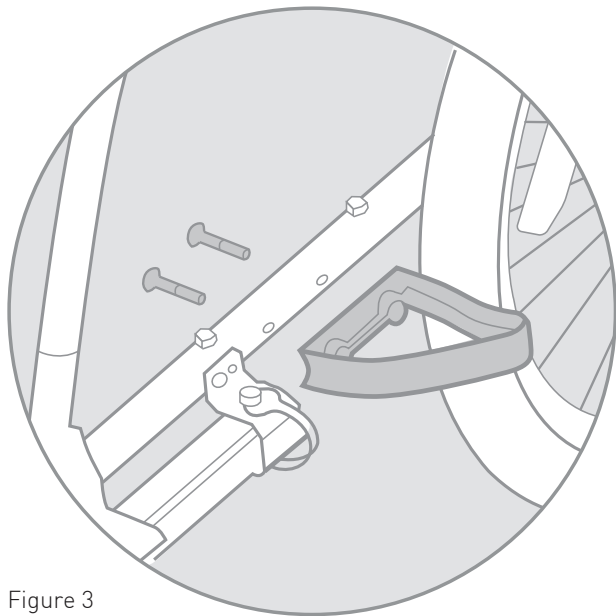

Figure 3
1. Insert wheel guard bolts through frame tube. Match holes in wheel guards to bolts. Tighten securely with hex key (Figure 3)
1. Insérez les boulons des garde-roues par le tube du cadre. Les orifices des garde-roues doivent se trouver en face des boulons. Serrez avec la clé hexagonale (Figure 3).
1. Stecken Sie die Radschutzschrauben durch das Rahmenrohr. Richten Sie die Löcher im Radschutz an den Schrauben aus. Ziehen Sie sie mit dem Sechskantschlüssel fest (Abb. 3)